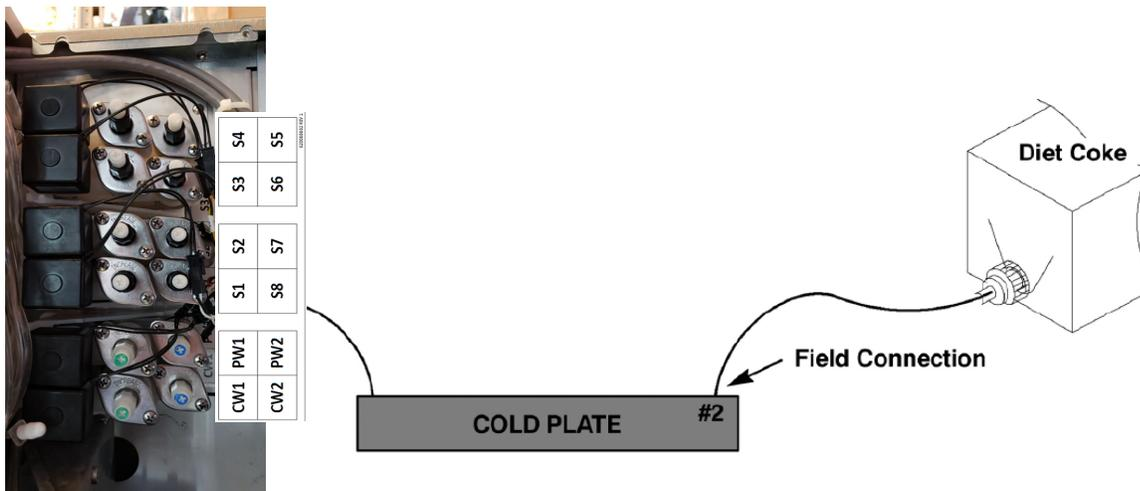

Bild 58 Sirupkarteerklärung 1
**HINWEIS: Die Abbildung (Bild 58) stellt keine tatsächliche Situation dar. Es dient nur zur Erläuterung.**
In dieser Abbildung wurde Diet Coke am Ventil 2 installiert. Jetzt müssen wir dem ABS 2.0-System mitteilen, dass Diet Coke auf Ventil 2 installiert ist. Das SYRUP MAP: EDIT muss auf 2 eingestellt sein. Dann muss das LABEL so eingestellt sein, dass DIET COKE angezeigt wird (Bild 58). Wenn dies geschehen ist, zeigt das ABS 2.0-System Diet Coke als den auf Ventil Nr. 2 abgegebenen Geschmack an.